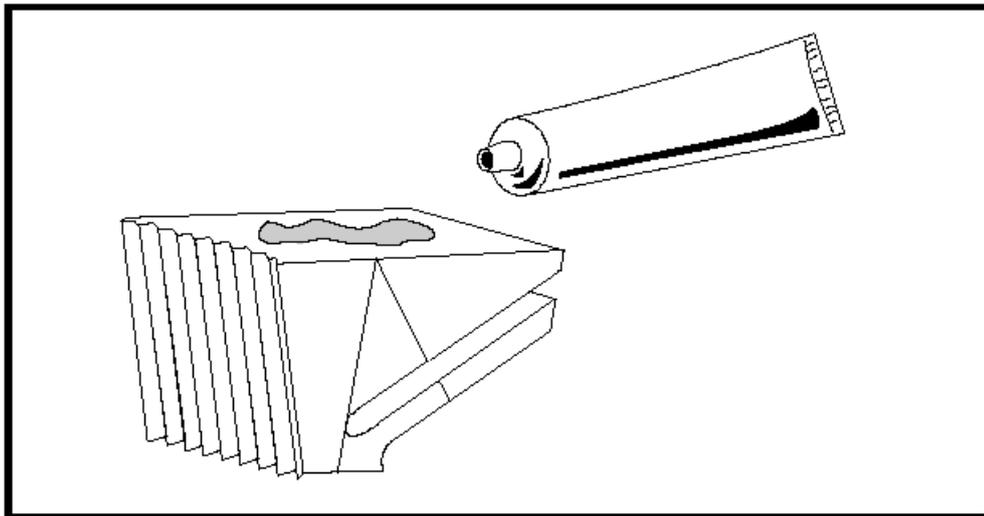

Рис. 36. Нанесите контактный материал на рабочую поверхность измерительного преобразователя
2. Возьмите один из измерительных преобразователей и нанесите тонкий слой контактного материала в центр его рабочей поверхности размерами приблизительно с каплю зубной пасты (см. рис. 36 внизу).